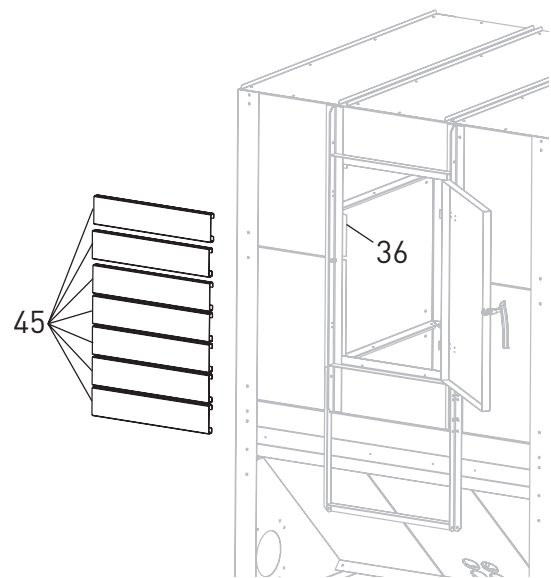

Fig. 21 Türschutzbleche einfädeln
7 Türschutzbleche (45) durch die Ausnehmung des Z-Eisens links oben (36) von innen einfädeln – Fig. 21.